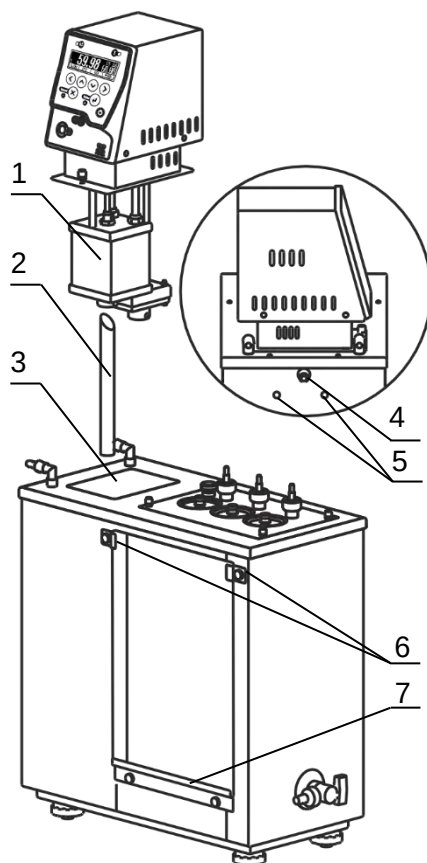

Рисунок 3 — Установка блока регулирования
2.2.3 Вставить выходную трубку 2 (рисунок 3) косым срезом до упора в резервуар 1 блока регулирования и зафиксировать ее винтом.
2.2.5 К переливному штуцеру 4 (рисунок 3) термостатов ВИС-Т-08 и ВИС-Т-09 присоединить гибкий шланг, второй конец которого опустить в емкость для сбора излишков теплоносителя объемом 1.5–2 литра. Для термостатов ВИС-Т-10 установить накопительную емкость ВИС-Т-10-Н, показанную на рисунке 4, на винтовые фиксаторы 5 под переливным штуцером 4.
2.2.6 Защитное стекло 8 (рисунок 1), из комплекта поставки термостатов ВИС-Т-09 и ВИС-Т-10, установить в паз нижней прижимной планки 7 (рисунок 3). Ослабить винтовые фиксаторы 6 верхних прижимных планок, отрегулировать положение стекла и затянуть винтовые фиксаторы.
Причина отсутствия перелива — неправильная работа насоса, вызванная воздушной пробкой, образовавшейся в резервуаре 1 (рисунок 3). Для ее устранения необходимо: